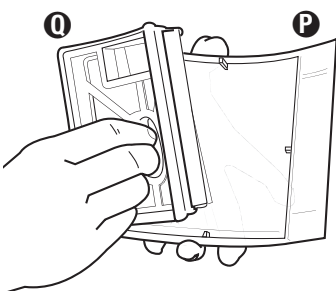

FIG. 16
Step 2: Remove filter frame **Q** from top filter cover **P** (FIG. 16).
Étape 2 : Retirez le cadre du filtre **(U)** du couvercle (FIG. 16).
Paso 2: Quite el armazón del filtro de la tapa del filtro de arriba **(U)** (FIG. 16).